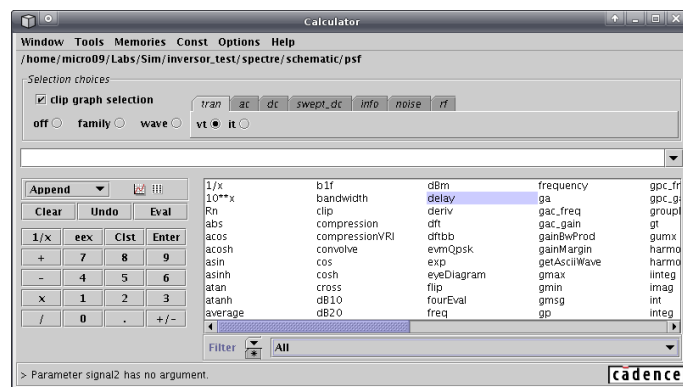

Figura 5: Calculadora del Analog Design Environment.
3. Seguidamente abra la calculadora haciendo click en Open. Le aparecerá la pantalla de la figura 5 donde se puede distinguir el teclado de una calculadora tradicional al lado de una lista de funciones más complejas, especialmente útiles para el tratamiento de las señales circuitales.